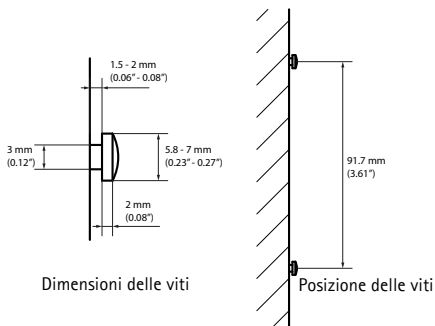

Figura 1
1. Montare due viti (non incluse) nella parete o nello scaffale come mostrato in Figura 1.